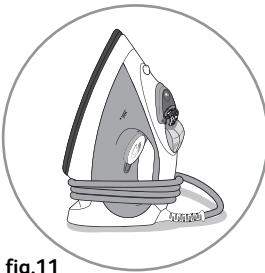

fig.11
- Поставьте утюг на пяту-опору (рис.11).